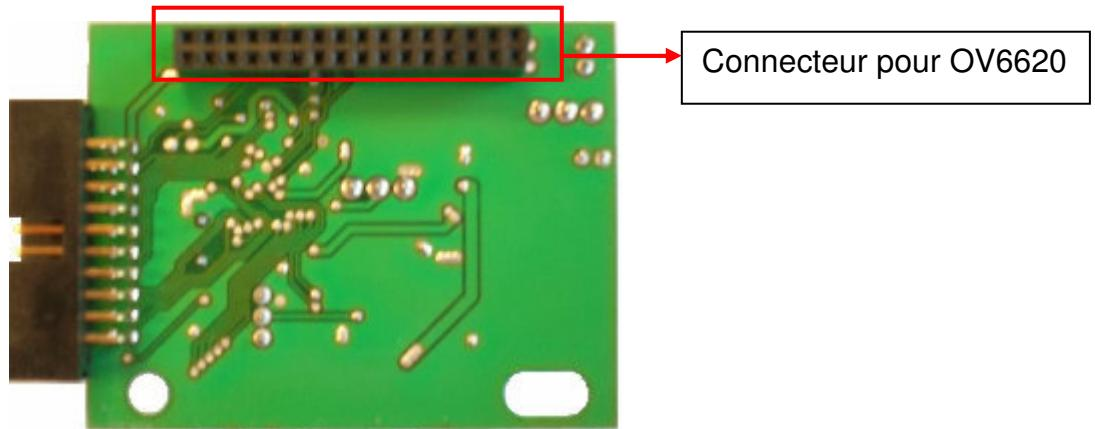

Figure 10 Connecteur CMOS
- Une carte fille conçue sur la base du schéma électrique (figure 10).